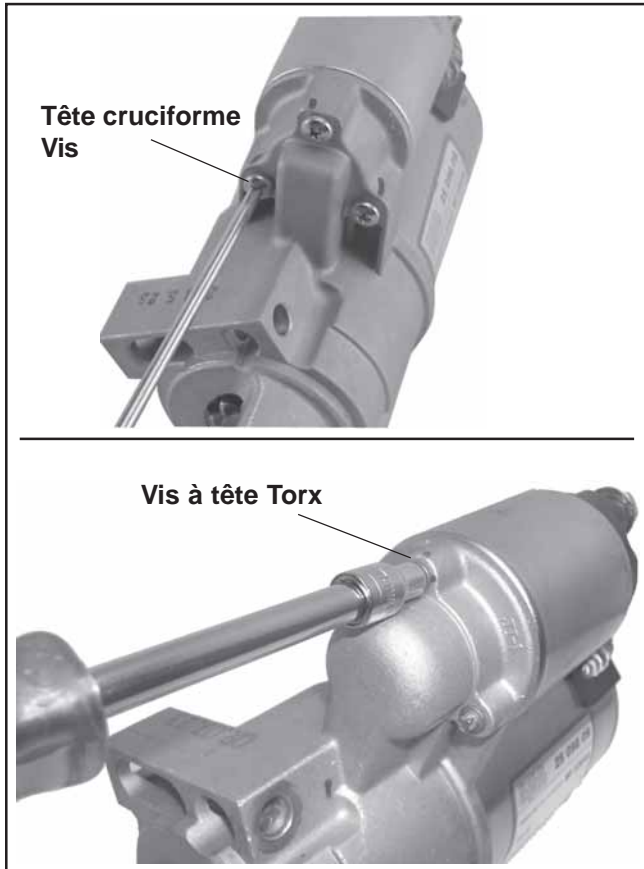

Figure 8-41. Dépose des vis du solénoïde.
2. Retirer les trois vis attachant le solénoïde au démarreur. Voir la Figure 8-41.